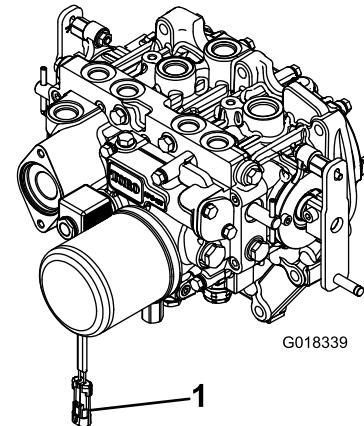

Figura 3
- Desligue o conector elétrico da cablagem do conector da bobina da válvula do solenoide da tomada de força (Figura 3).
8. Depois da outra extremidade do veio propulsor estar ligada ao veio da caixa de engrenagens do acessório, ligue o conector da cablagem ao conector da bobina da válvula de solenoide da tomada de força (Figura 3).